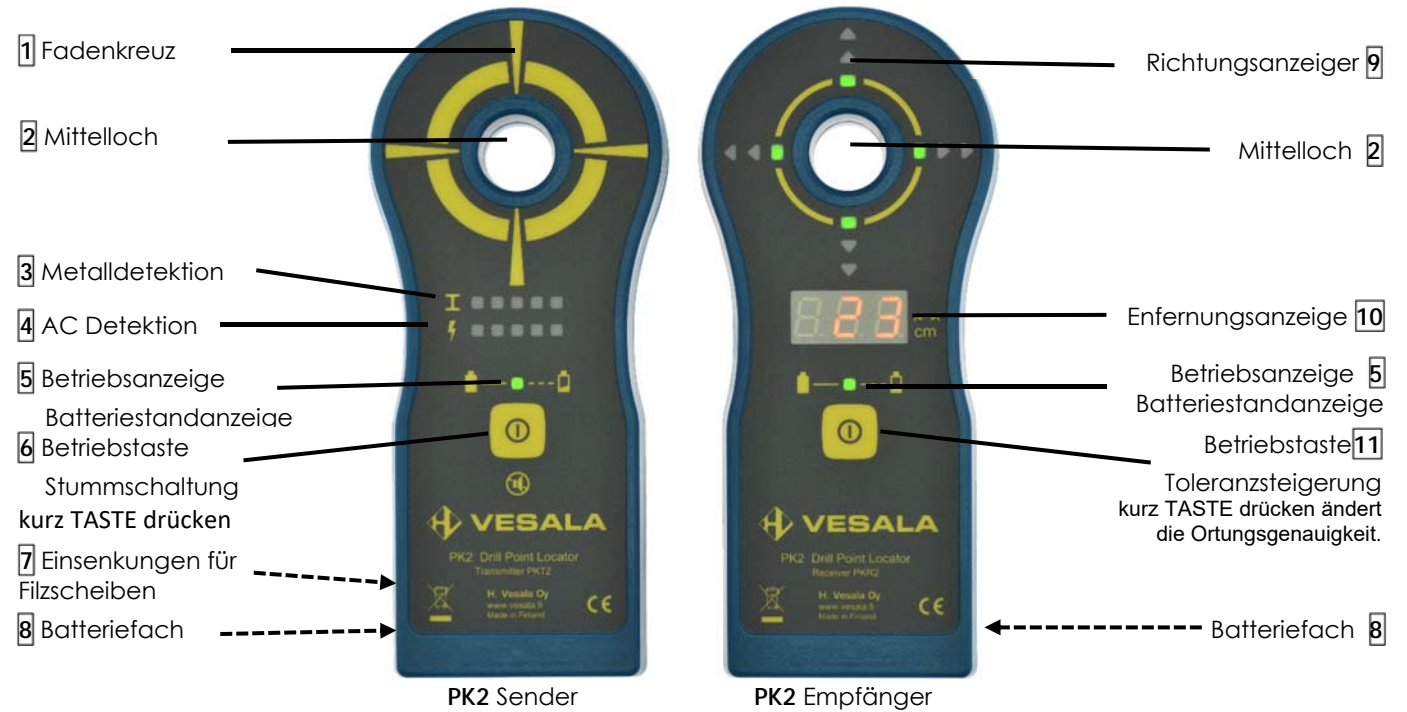

Figure 1. Bedienungselemente und Funktionen
Die Batterien befinden sich auf der Rückseite des Gerätes unter dem Batteriefachdeckel (Abb.1, ). Öffnen Sie das Batteriefach, indem Sie den Deckel vorsichtig nach unten drücken und nach hinten schieben. Setzen Sie drei LR03 (AAA) Alkalibatterien ein (Polarität beachten) und schließen Sie das Batteriefach. Der Batteriestand wird durch die LED Betriebsanzeige angezeigt (Abb.1, ). Kontinuierliches Leuchten zeigt genügenden Batteriestand an. Eine blinkende LED zeigt an, daß die Batterien ausgetauscht werden sollen. Das Gerät schaltet sich nicht ein, wenn die Batterien für einen zuverlässigen Betrieb zu schwach sind.
Um das Gerät einzuschalten, drücken Sie die Betriebstaste (Abb.1, , ) (>0.5 s) bis Sie ein akustisches Signal hören und sich die Betriebsanzeige (Abb. 1, ) einschaltet. Um das Gerät auszuschalten, drücken Sie die Betriebstaste (>0.5 s).
Fixieren Sie den Sender an der Oberfläche immer so, daß die Benutzeroberfläche zu Ihnen zeigt. Falls Sie nach Metall und Wechsellspannung scannen, tun Sie dieses auf beiden Seiten der Struktur **bevor** Sie den Sender fixieren. Siehe Abschnitt 2.3.2 dieser Bedienungsanleitung. Setzen Sie das Mittelloch des Senders (Abb. 1, ) mit Hilfe des Fadenkreuzes (Abb. 1, ) auf den zu übertragenden Referenzpunkt, die Stelle an der Sie bohren wollen. Geben Sie Acht, daß der Sender parallel zur Oberfläche ist. Entfernen Sie den Sender immer vor dem Bohren, um Beschädigung oder Herunterfallen des Senders zu vermeiden.
Der PKT2 Sender hat einen automatischen Detektor für Metall und Wechselstrom (AC). LED-Balken zeigen Metall (Abb. 1, ) und Wechselfeldfelder (Abb. 1, ) von ausreichender Stärke an. Legen Sie den Sender auf die Oberfläche der Struktur und bewegen Sie ihn langsam um den vorgesehenen Bohrpunkt. Tun Sie dies auf beiden Seiten der Struktur. Leuchten die Metalldetektor- oder AC-Detektor-LEDs, kann Metall oder Wechselstrom in der Nähe sein. Je mehr LEDs leuchten und je höher die Tonhöhe des akustischen Signals, desto näher oder größer das Objekt.
Zur Stummschaltung des Summtones kurz TASTE drücken: Falls das akustische Signal nicht benötigt wird, schaltet ein kurzes drücken der Betriebstaste es aus (Abb. 1, ). Im Fall einer Metall- oder AC Detektion, erwägen Sie eine alternative, sichere Bohrstelle.
Bedienen Sie den Empfänger immer so, daß die Benutzeroberfläche zu Ihnen zeigt. Rote LED-Richtungspfeile (Abb.1, ) geben die Richtung zum Sender an. Zwei Pfeile die eine Richtung zeigen, deuten auf eine lange Distanz hin, ein Pfeil steht für unmittelbare Nähe. Die Tonhöhe des akustischen Signals erhöht sich, wenn Sie den Empfänger auf die richtige Stelle hinbewegen. Grüne quadratische LEDs zeigen an, daß der Empfänger mit dem Sender ausgerichtet ist. Wenn nur vier quadratische grüne LEDs auf dem Empfänger leuchten, sind Sender und Empfänger ausgerichtet. Die Stelle kann nun durch das Mitteloch des Empfängers markiert werden. Der Abstand zwischen Sender und Empfänger wird auf dem Display in Zentimeter angezeigt. Die im PK2-Kit enthalten Filzscheiben können an der Unterseite des Empfängers an den gekennzeichneten Stellen angebracht werden, um Kratzer an der Wand zu vermeiden und eine geschmeidige Bewegung zu gewährleisten. Entfernen Sie den Empfänger immer vor dem Bohren um Beschädigung oder Herunterfallen des Empfängers zu vermeiden.
Störungen durch Metall können dazu führen, daß die Bohrstelle nicht zu finden ist. In diesen seltenen Fällen schalten sich die grünen LEDs an keiner Stelle alle gleichzeitig ein. **Sie können die Toleranz des Empfängers durch ein kurzes Drücken der Betriebstaste erhöhen (Abb. 1, 6).** Die Auswahl wird durch ein längeres akustisches Signal bestätigt. Wenn Sie die Betriebstaste erneut drücken oder den Sender ausschalten, kehrt das Gerät in den normalen Betriebsmodus zurück.